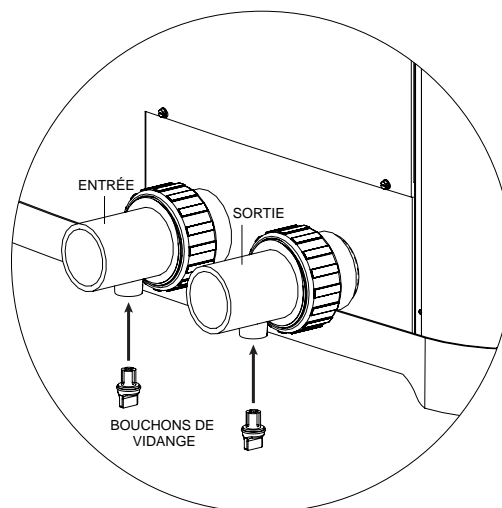

Figure 59. Bouchons des raccords de vidange
2. Alors que la pompe de la piscine est à l'arrêt, fermez les vannes d'arrêt externes et retirez les bouchons des raccords de vidange situés dans les raccords d'entrée et de sortie, afin de vidanger l'appareil. Voir Figure 59.